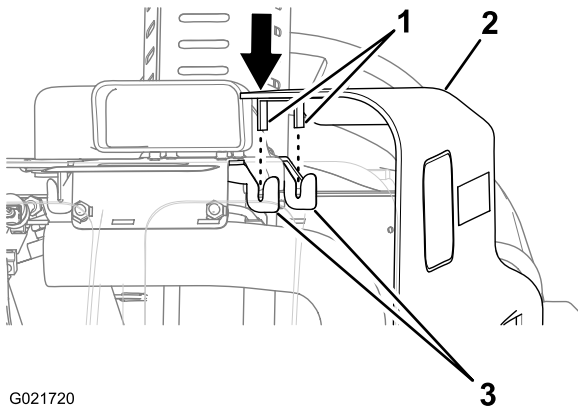

Bild 37
2. Fluchten Sie die Nasen oben an der Seitenplatte mit den Aufnahmehalterungen an der Maschine aus (Bild 37).